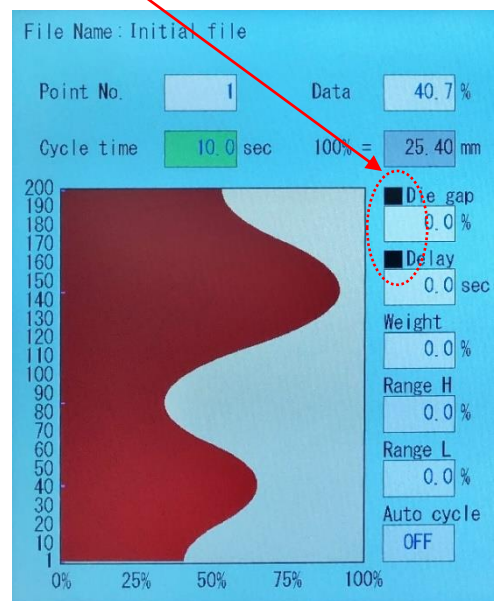

图 2-9 状态指示灯
F1: Profile (型坯壁厚) 页面上有两个状态指示灯 (如图 2-9 所示)。可以根据指示灯的状态来检查这些信号的状态。
各个功能项的选择由游标或直接触摸完成。在图 2-9 中, 加亮显示 Cycle time (循环时间) 项 10.0 秒的值, 因此选择了 Cycle time (循环时间)。旋转旋钮将增加 (CW) 或减小 (CCW) 循环时间值。要使得循环时间永久更改, 必须按下 SET。如果不按 SET 并按 ESC 或在此处移动游标, 将恢复循环时间的值。